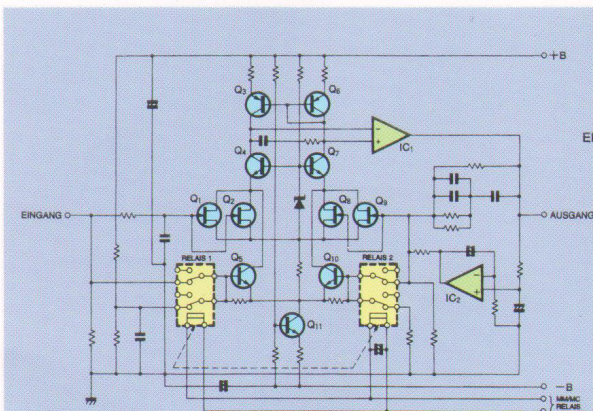

Abb. 4 Schaltkreis der MM/MC Phonostufe
In Abb. 4 ist der Schaltkreis der Phonostufe dargestellt. Für den Drehspulen- (MC) bzw. den Drehmagnet-Tonabnehmer (MM) sind getrennte Eingangsschaltkreise vorgesehen. Da die Ausgangsspannung und die Ausgangsimpedanz von Drehmagnet-Tonabnehmern (MM) sehr hoch ist (die Impedanz kann bei hohen Frequenzen 10 k $\Omega$  errei-